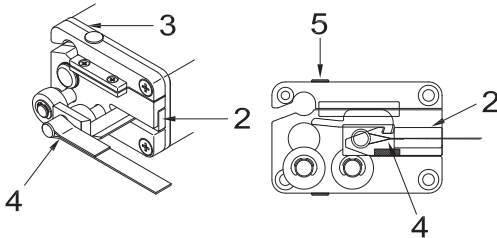

Abb. 10: Einhängen der Zugbänder
- » die Schlaufen der Zugbänder (Abb. 10+ 11 Pos. 4) über die Bolzen der Lagerungen (2–Abb. 10+ 11), befinden sich beim Zubehör, führen
- » Zugbänder ziehen (ca. 300 bis 500 mm) und die Lagerungen (2–Abb. 10+ 11) in das Blech (3–Abb. 10) in die Laufwagen einschieben bis dieses eingerastet sind.